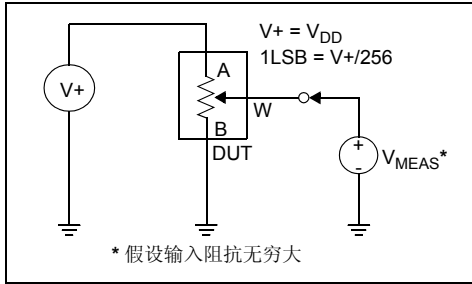

图 2-25: 电位器分压器非线性误差测试电路 (DNL 和 INL)
- 在器件配置为分压器或电位器模式时, 在 V_W 上测量 INL 和 DNL。 $V_A = V_{DD}$ 且 $V_B = 0V$ 。DNL 规范极值 ± 1 LSB (最大值) 是在规定的单调操作条件下的值。测试电路请参见图 2-25。
- 电阻端子 A、B 和 W 相互间无极性限制。满量程误差和零刻度误差使用图 2-25 进行测量。